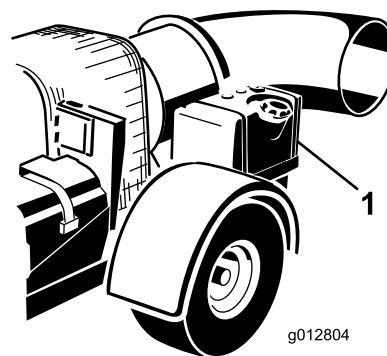

図 11
2. 燃料タンクのキャップの周囲をきれいに拭いてからキャップを取る（図 11）。